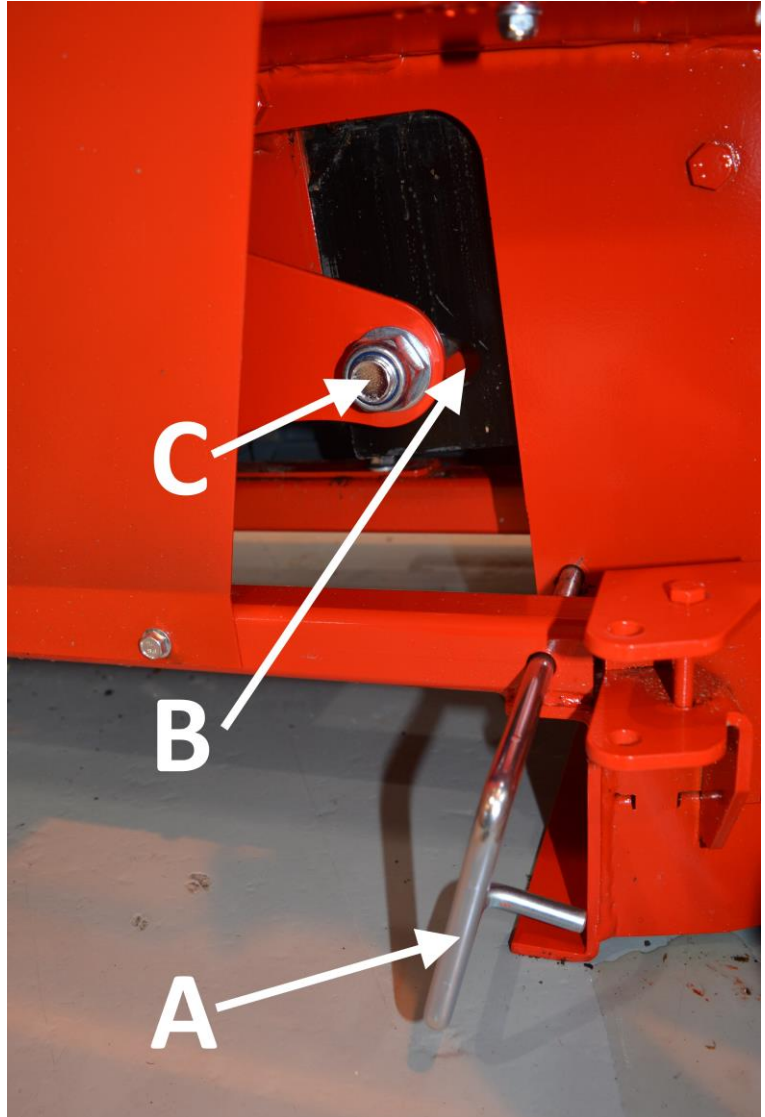

Bild 22. Byta klyvbett
1. Dra ut låsstången A, som visas i bild 22. Lossa klyvbettet till dess låga läge, vilket frigör axel C från bladspår B.